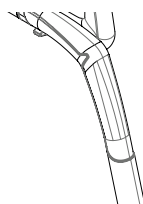

Fig. 24.2
- Dévissez légèrement les vis inférieures de 5m de chaque côté de montant de support de fourche (1). (Fig. 24.2)
- Vissez fermement les vis (1).